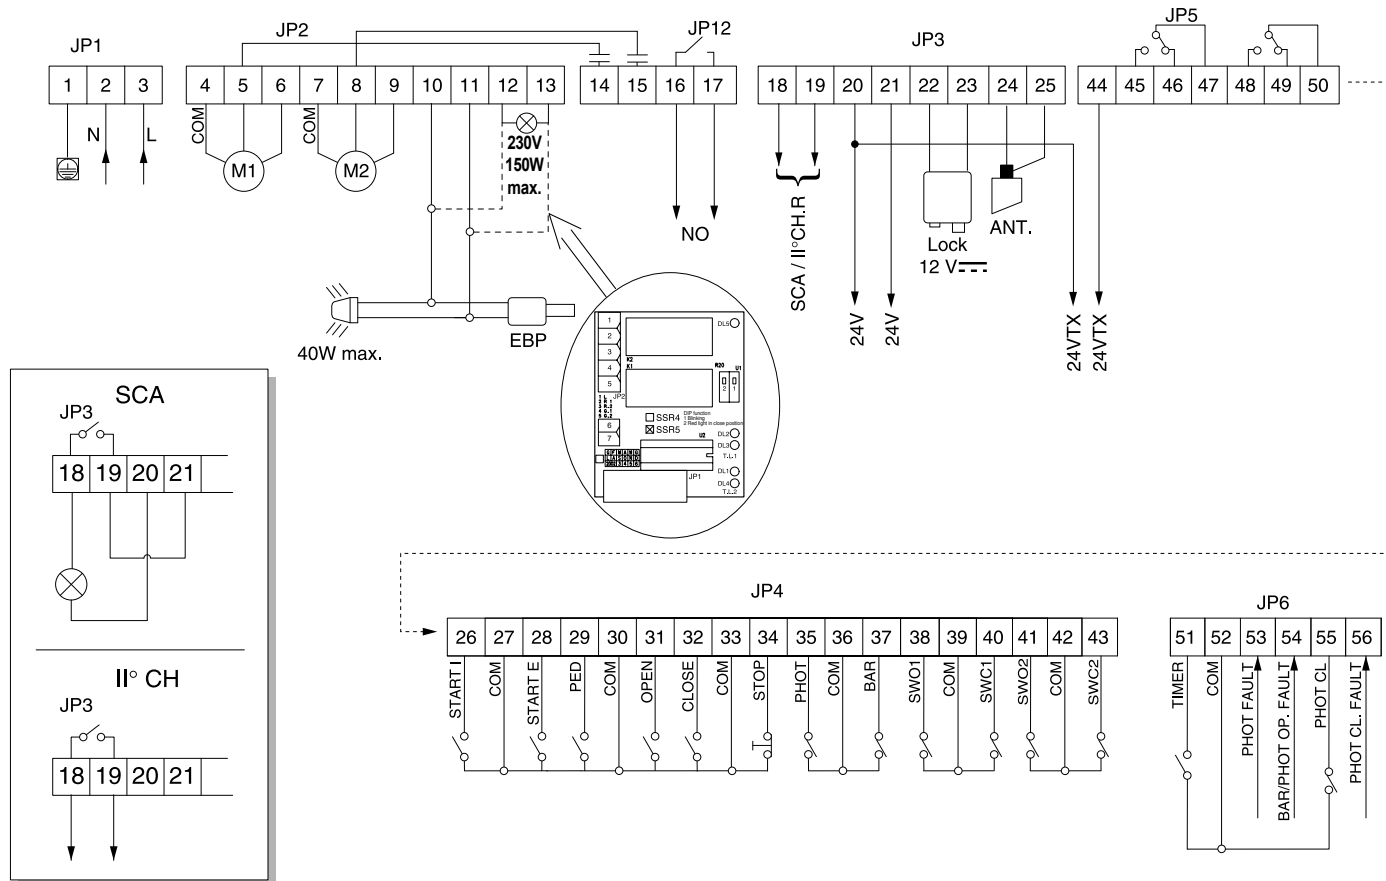

Fig. 4
Neste último caso, a programação do receptor executa-se através da conexão de programador palmar universal ao quadro de comando **RIGEL 5**, utilizando os acessórios UNIFLAT e UNIDA tal como indicado na Fig. 4.
15) PLACA SEMÁFORO / PRÉ-AQUECIMENTO DOS MOTORES SSR5 (Fig.4)
15.4) Ligações na placa de bornes SSR5 (Fig.4)
15.6) Led de sinalização presentes na placa (Fig.4)